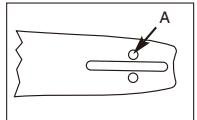

Bild. 3A
Damit die Schiene und die Kette mit Öl versorgt werden, VERWENDEN SIE NUR DIE ORIGINALSCHIENE mit Öldurchlass (A), siehe oben (Bild.3A).